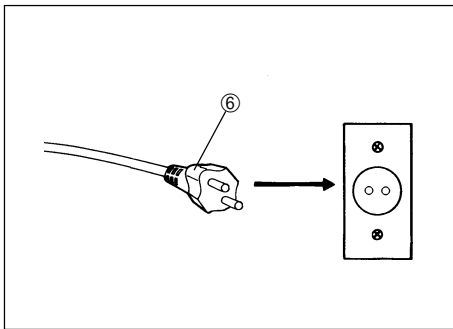

Fig. 6
4. Enchufar el cable de alimentación ⑥ en la toma de la red. (Fig. 6)